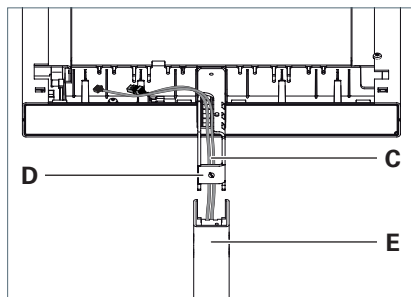

Fig. 2: Montaggio della testa dell'apparecchio d'illuminazione sul tubo di sostegno.
- Fare passare i cavi **C** dal basso attraverso il braccio portante **D** sulla testa dell'apparecchio d'illuminazione e inserire il braccio portante completamente nel tubo di sostegno **E**, vedi Fig. 2.